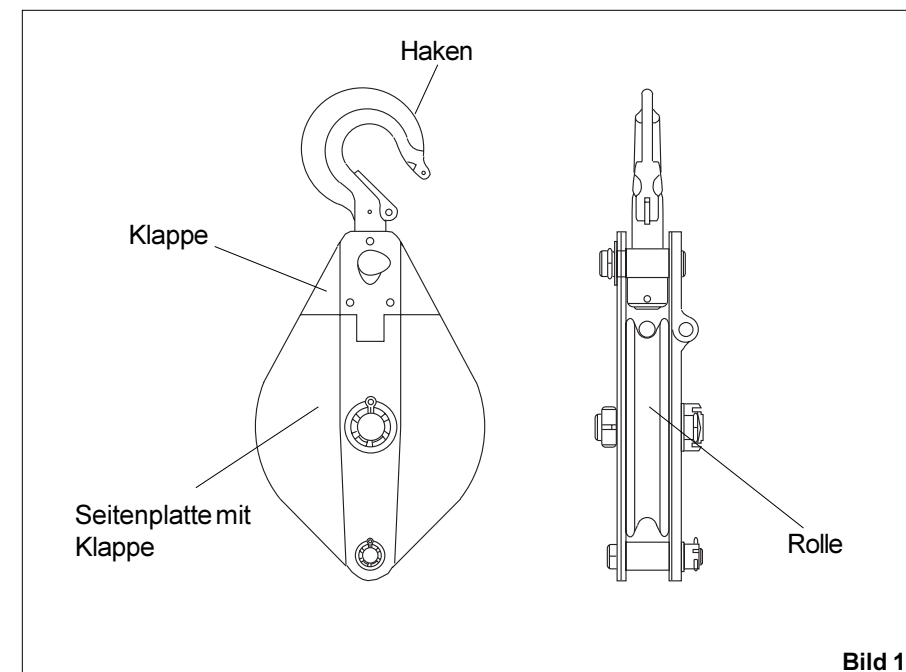

Bild 1
- Die Yale Drahtseilkloben ermöglichen durch Aufklappen einer Seitenplatte ein bequemes und schnelles Auflegen des Seiles auf die Rolle. Hierbei wird wie folgt vorgegangen (s. auch Bild 1):
- Last stets in der Hakenmitte einhängen. Hakenspitze nicht belasten (s. Bild 5). Den Drahtseilkloben zwischen Last und Anschlagpunkt so einhängen, daß dieser sich frei in Seilrichtung einstellen kann. Last stets in Hakenmitte aufnehmen. Bei Verwendung von Zughaken und/oder Anschlagseilen oder -ketten ist auf die richtige Dimensionierung zu achten. Umlenken des Zugseiles nur durch funktionsfähige und ausreichend dimensionierte Seilflaschen (Umlenkrollen). Weiterhin ist darauf zu achten, daß die Klappe richtig verriegelt ist (s. Bild 1 bzw. Seileinführung). Die eingehängte Last darf sich nicht um die eigene Achse drehen, da dies zu Funktionsstörungen im Gerät und Beschädigungen am Seil führen kann.